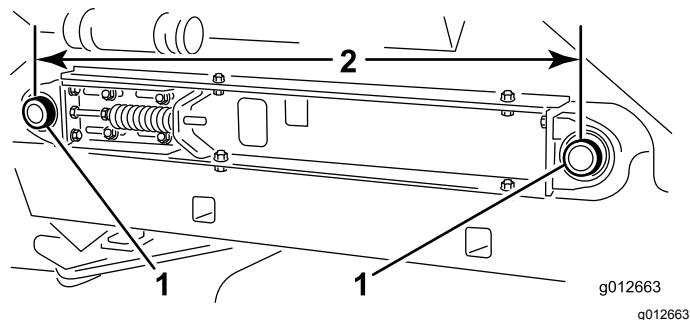

図 26
7. 機体の両側で、ベルトローラのシャフトの中心間の距離を測定し、左右とも同じであることを確認する 図 26。